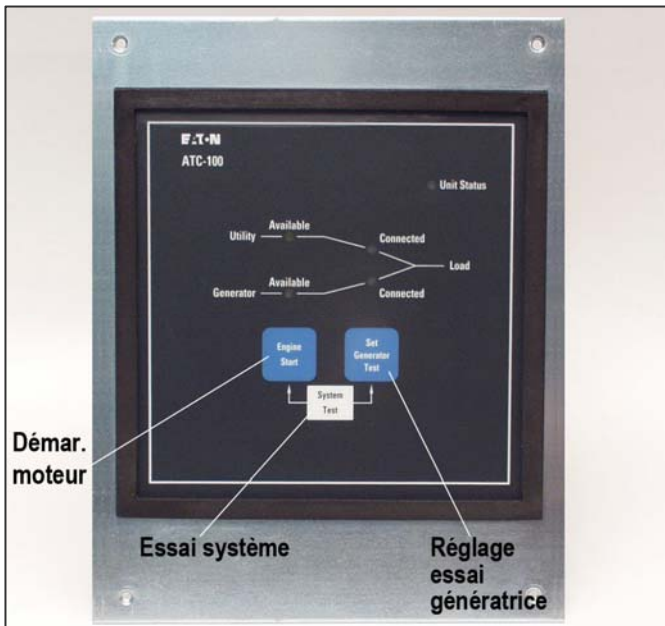

Figure 20 – ATC-100
Étape 8 : Lancer un essai du système à partir du panneau frontal du ATC-100 (Figure 20). Pour ce faire, appuyer et maintenir simultanément les boutons «Démarrage moteur» (Engine Start) et «Réglage essai Génératrice» (Set Generator Test) pendant 5 secondes.